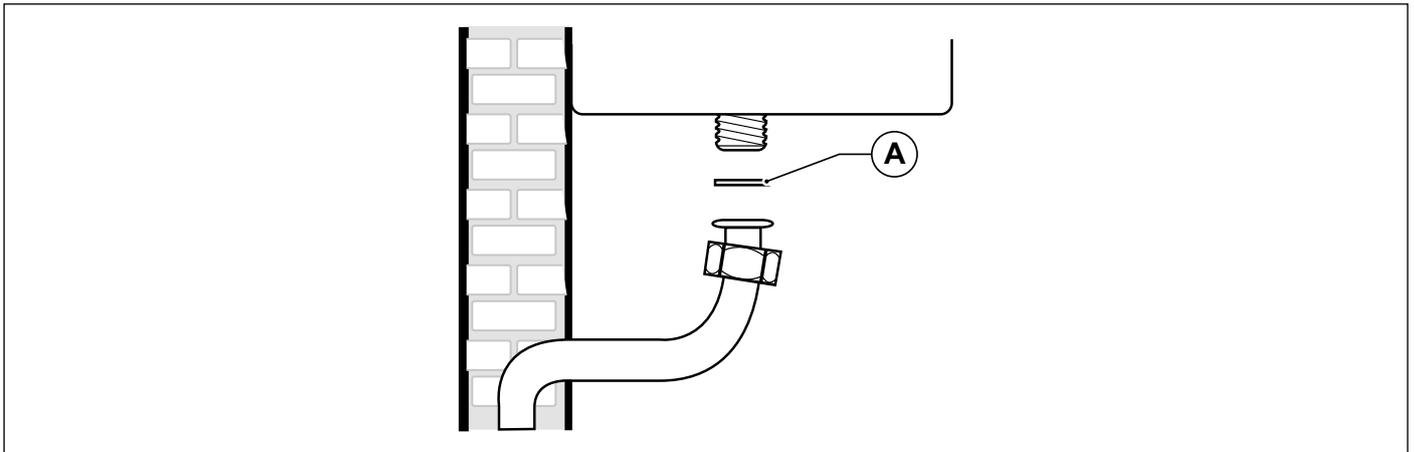

Fig. 23 Allacciamento alla rete del gas
**E' OBBLIGATORIO**, per collegare l'attacco gas della caldaia alla tubazione di alimentazione, interporre una guarnizione (A) a battuta di misure e materiali adeguati (vedi Fig. 23 Allacciamento alla rete del gas).